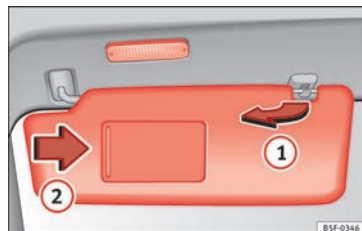

Fig. 142 Pare-soleil.
- Le pare-soleil peut être retiré du support et rabattu contre la porte » fig. 142 ①.